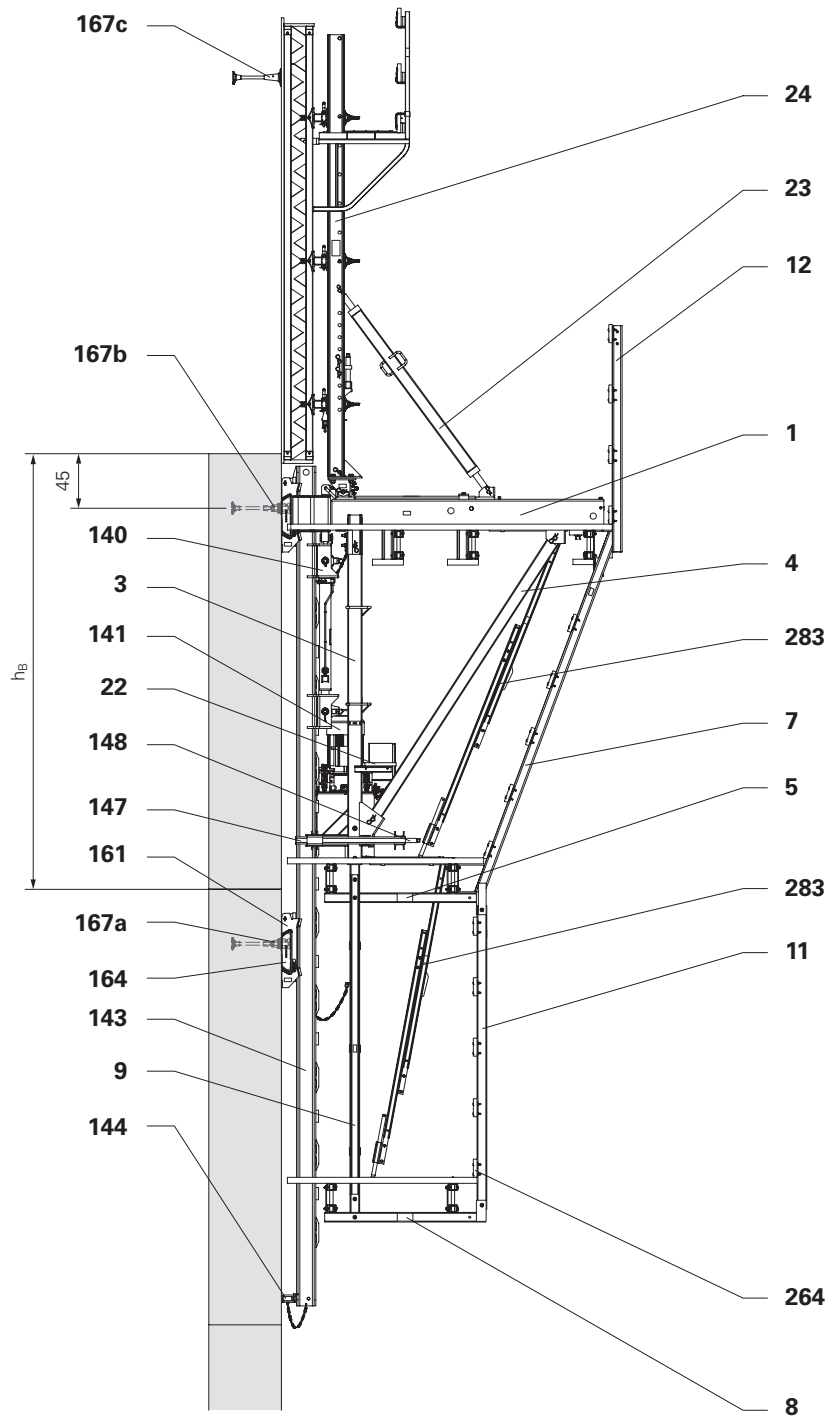

Fig. A1.01
- Altezza di getto (h_B) = 4,2 m. (Fig. A1.01)